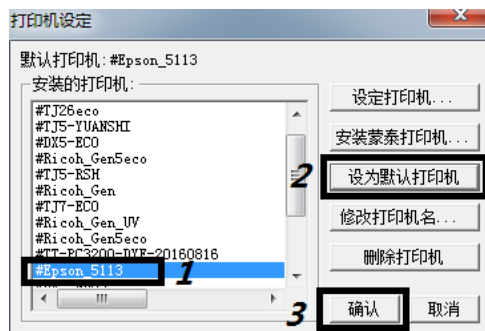

图 2.9 设置默认打印机
2.2、如图 2.9 所示，选中#Epson5311 设为默认打印机即可，安装好打印机显“#Epson5311”。安装蒙泰打印机完成。